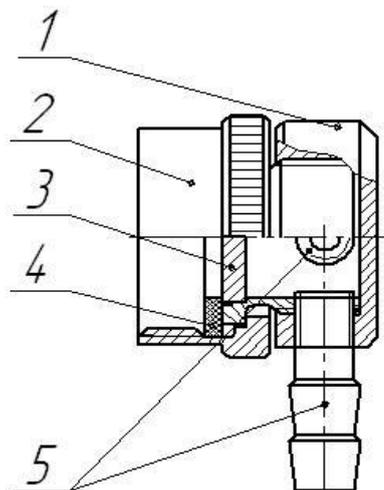

Рис. 3 Внешний вид адаптера: 1 – обойма, 2 – гайка накидная, 3 – фильтр, 4 – прокладка, 5 – штуцер.
2.2.1 Внешний вид адаптера приведён на рис.3